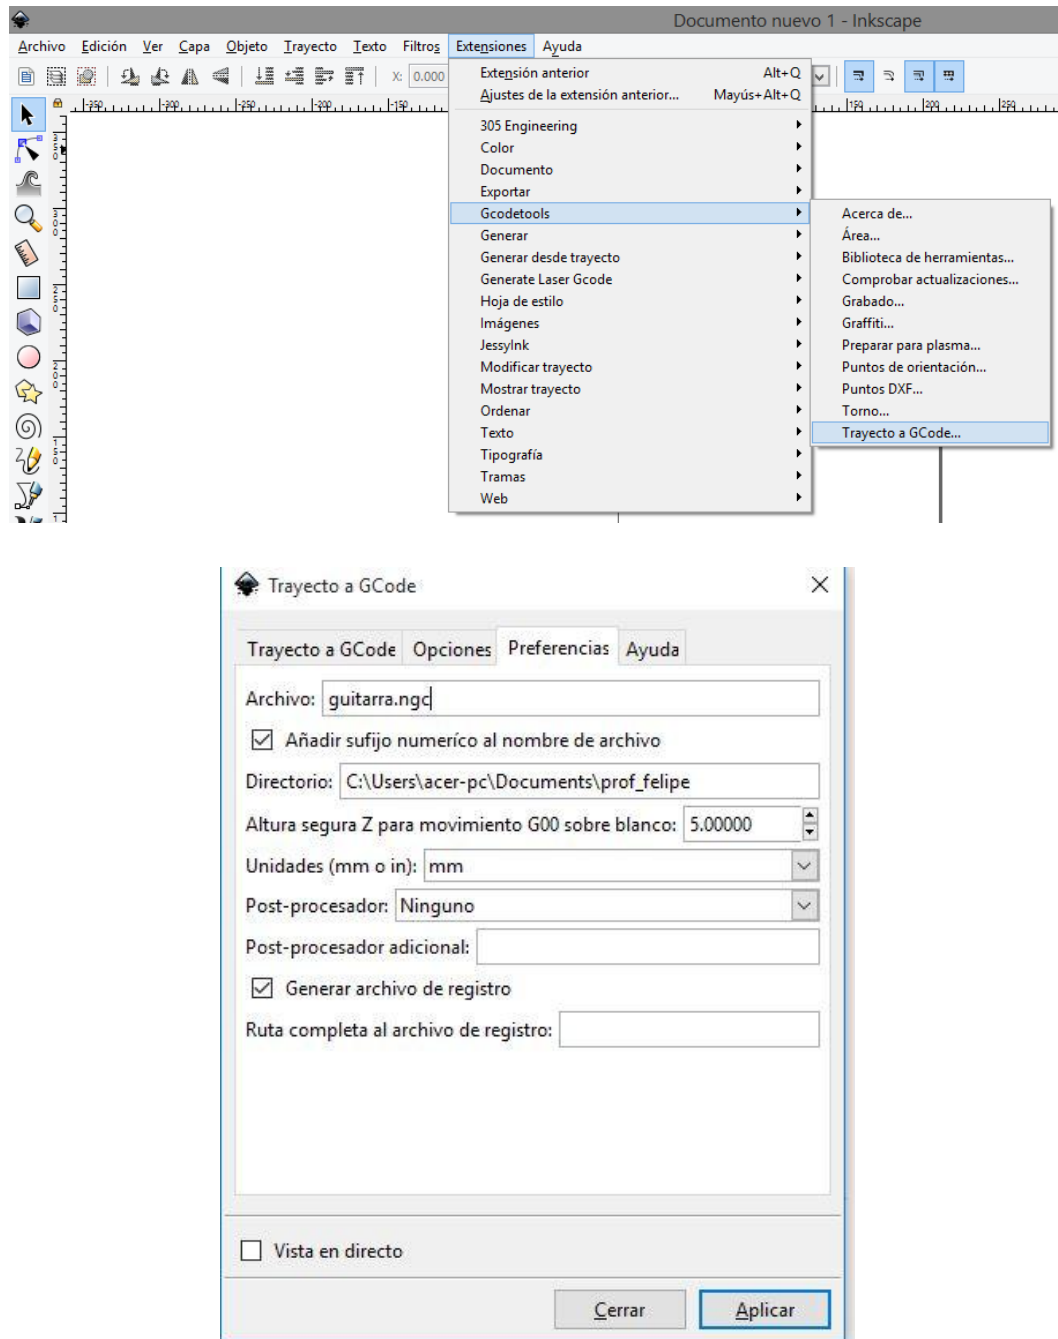

Figura 6.14.
13. Para terminar, también dentro de GCodeTools, seleccione Trayecto a GCode, figura 6.14. y de clic en la pestaña Preferencias en donde debe escribir el nombre del programa incluyendo la extensión **.ngc**